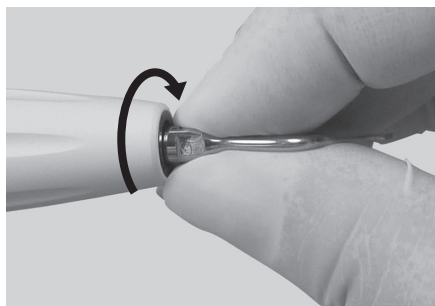

Fig. 15
- 1) Primeiro, aperte um pouco a ponta com as mãos (Fig. 15).